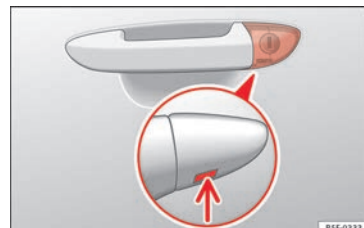

Bild 3 Förardörrens handtag: dold låscylinder
- För in nyckeln i den nedre öppningen på förardörrhandtagets lock nedifrån » **bild 3** (se pilen) och ta sedan bort locket uppåt.